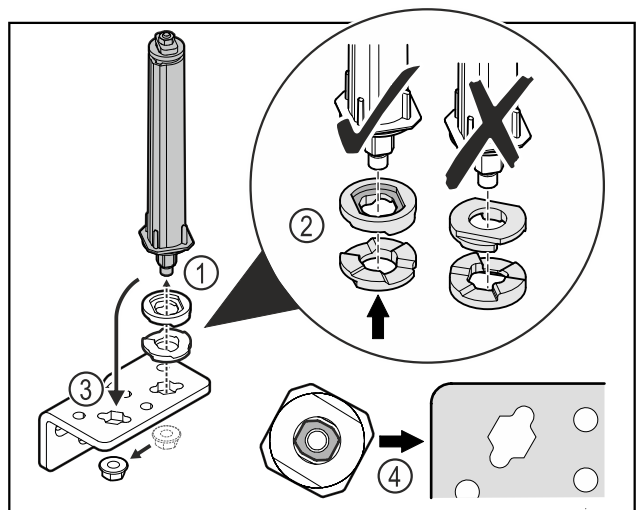

Fig. 42
- Mutter lösen und Türschließsystem entfernen Fig. 42 (1).
- Auf die korrekte Ausrichtung der Höhenverstelleichen achten Fig. 42 (2).
- Türschließsystem im Scharnierwinkel umsetzen und mit der Mutter fixieren Fig. 42 (3).
- Beim Einsetzen auf die korrekte Ausrichtung des Türschließsystems achten Fig. 42 (4).